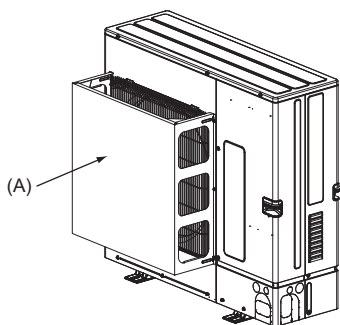

Fig. 2-5
- (2) Installer un guide de protection d'air si l'appareil est placé dans un endroit où les vents violents d'une tempête, par exemple, pourraient s'engouffrer directement dans la sortie d'air. (Fig. 2-5)